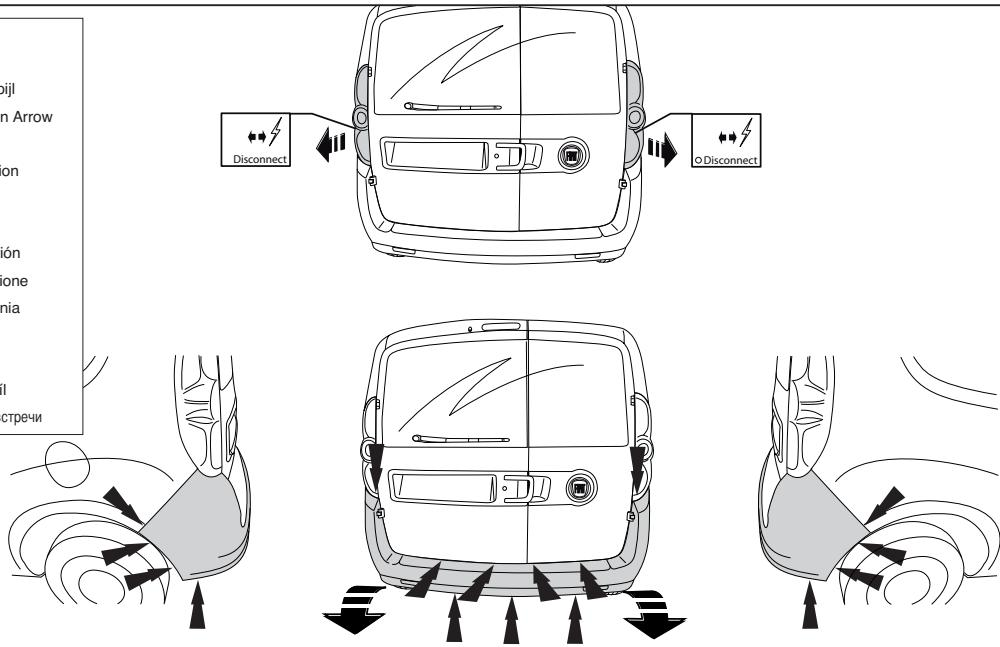

Fig.1
- Снять бампер вместе со стальным буферным бруском автомобиля; буферный брус больше не понадобится. См. рисунок 1.